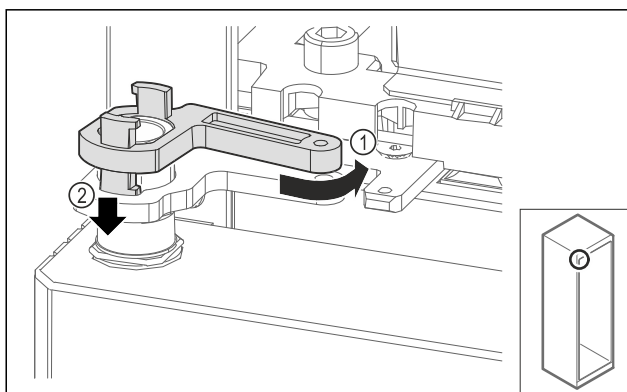

Fig. 71
- ▶ Pöörake laagripuki lukustust veidi tagasi Fig. 71 (1), vajutage allapoole Fig. 71 (2) ja lukustage šarniirnergikus.